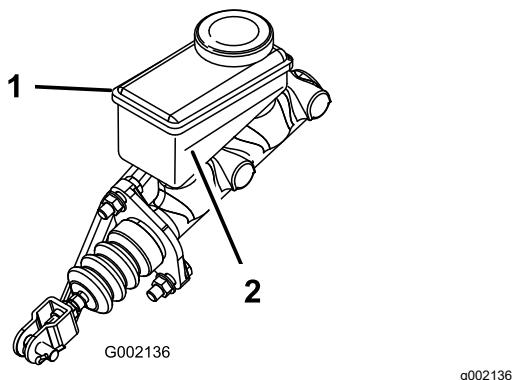

Figura 63
5. Mire el nivel de aceite en el lateral del depósito (Figura 63).
- B. Añada líquido de frenos DOT 3 al depósito hasta que el nivel esté por encima de la línea Mínimo (Figura 63).